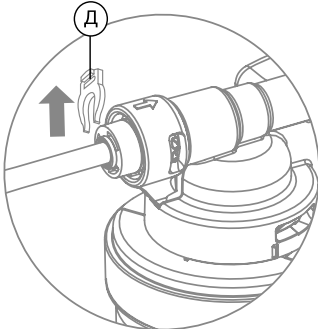

Рис. 16
1. Удалите стопорную клипсу (Д) (рис. 16).